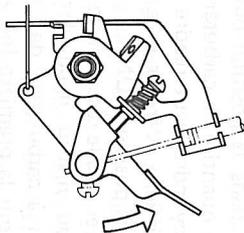

Fig. 2
- Régler le commutateur d'arrêt du moteur sur la position "ON" et le levier de commande sur la position "START". (Voir la Fig. 2)